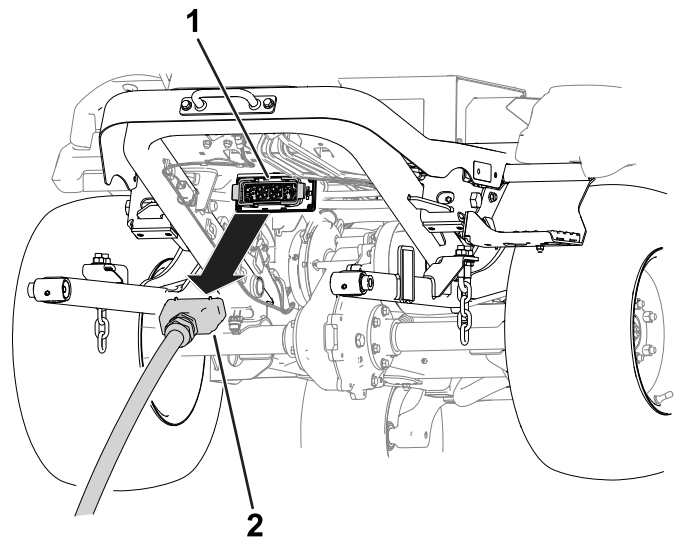

Figure 19
5. Débranchez le connecteur de l'unité de coupe du connecteur de la machine (Figure 19).